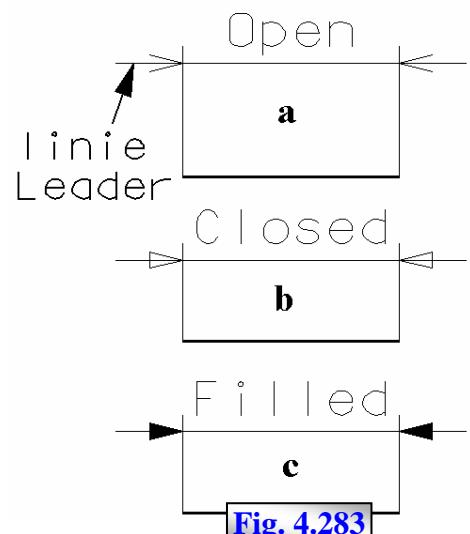

Fig. 4.283
- **Terminators** – prin acest control se modifică poziția relativă a terminatorilor și a liniilor **leader** (linia extinsă în afara liniei de extensie fig. 4.283), față de liniile de extensie pentru dimensiuni lineare: